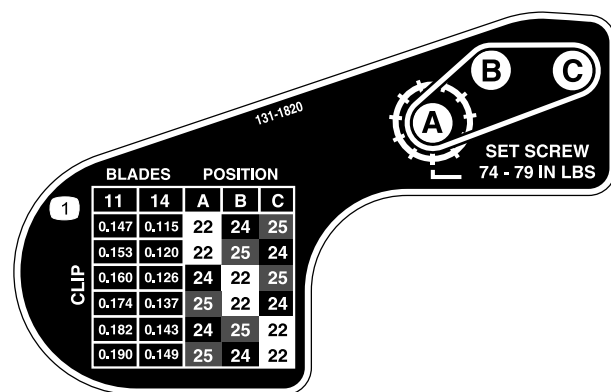

図 22
6. 図 22 のデカルにある表を参考にして希望するクリップを決定し、そのクリップにセットするためにはどのプーリを移動させる必要があるかを調べる。
9. 各プーリを、それぞれの新しい位置に取り付ける 図 22。